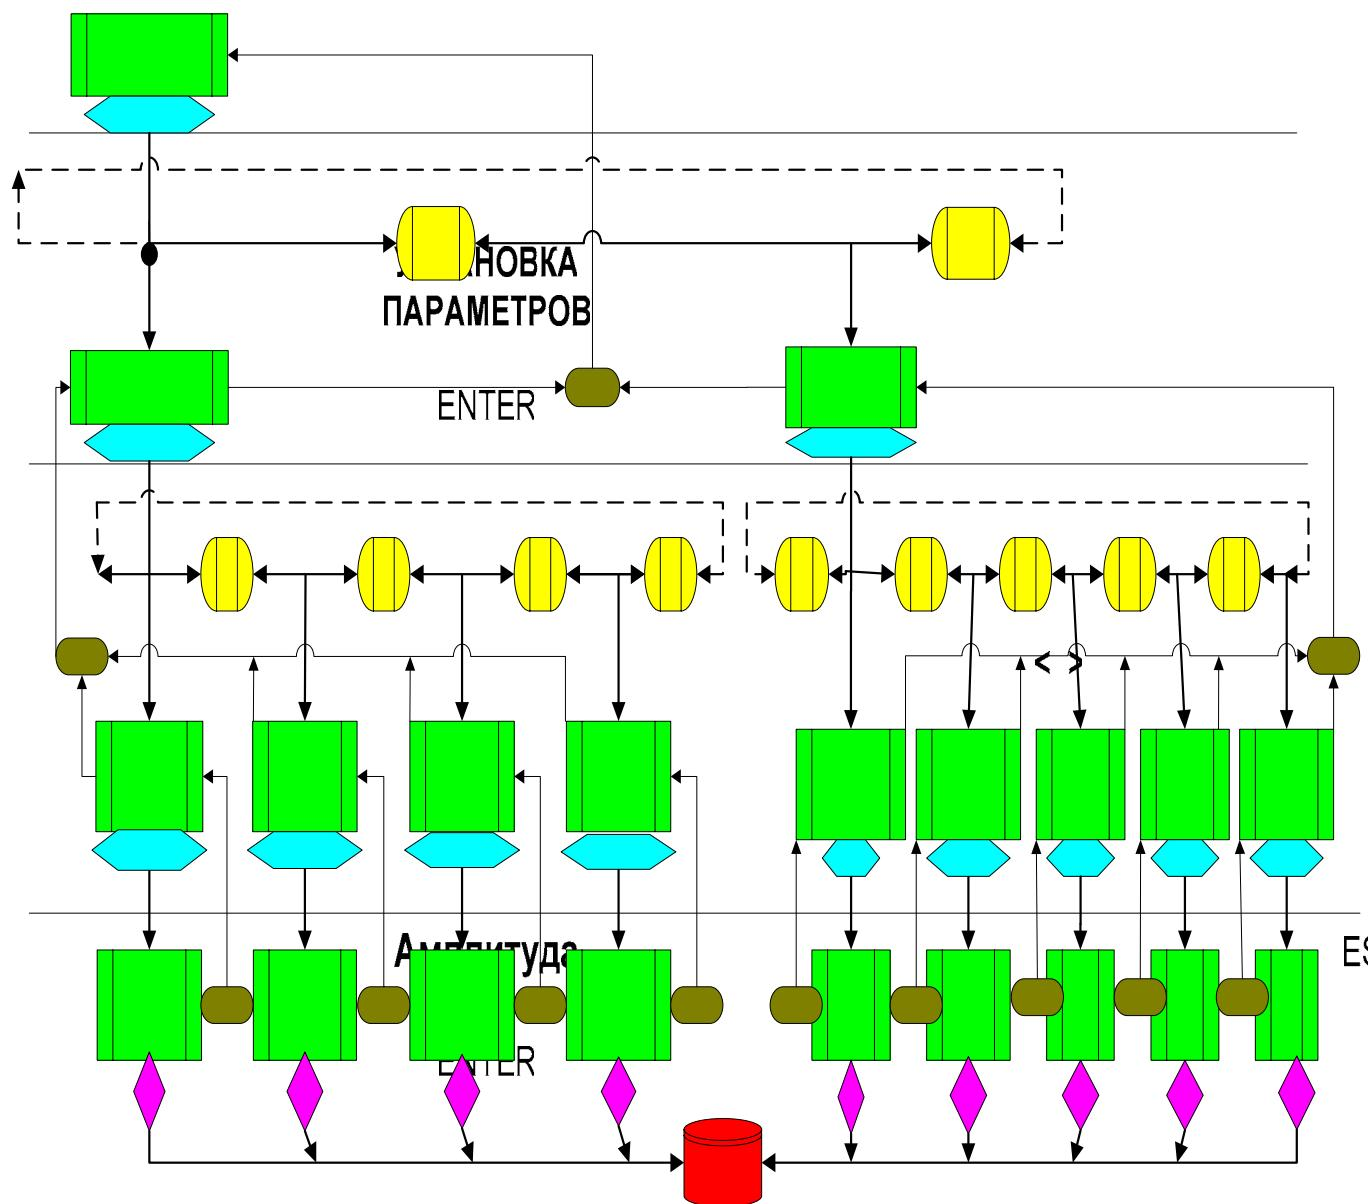

Рис. 3.6. Структурная схема раздела «УСТАНОВКА ПАРАМЕТРОВ» меню ПУ
На рис. 3.6. изображена структурная схема раздела «**УСТАНОВКА ПАРАМЕТРОВ**», включающая 3-й, 4-й, 5-й и 6-й уровни системного меню. Перемещение по 5 уровню осуществляется с помощью клавиш «→» или «←». Переход с 5-го на 4-й уровень меню осуществляется нажатием клавиши «ESC» на ПУ.
2.2.3.2. С помощью клавиши «**ESC**» перейти на 3-й уровень меню, с помощью клавиши «**→**» осуществить переход в раздел «**УСИЛЕНИЕ**» (рис. 3.6.). Нажав клавишу «**ENTER**», перейти на 4-й уровень меню в подраздел «**Амплитуда**»; нажав клавишу «**ENTER**», перейти на 5-й уровень меню в параметр «**Усиление**»; нажав клавишу «**ENTER**», перейти на 6-й уровень в режим установки усиления. С помощью клавиши «**↑**» или «**↓**» осуществить установку числа «**1**» – минимального усиления. Нажав
2.2.4.2. В первую очередь необходимо установить начальное «среднее» усиление в тракте обработки сигнала. Для этого в разделе **«УСТАНОВКА ПАРАМЕТРОВ»** (рис. 3.6.) нажать клавишу **«ENTER»** и войти в подраздел **«Амплитуда»**; нажать клавишу **«ENTER»** и войти в параметр **«Усиление»**, еще раз нажав клавишу **«ENTER»**, войти в числовое меню параметра. Используя клавиши **«↑»** или **«↓»**, установить параметр **«4»**, соответствующий среднему значению усиления. Нажав клавишу **«ESC»** несколько раз, подняться на 3-й уровень системного меню.
2.2.4.6. После определения резонансной частоты  $F_p$  СЗ (по усредненным данным не менее 10 измерений) с помощью клавиш «ESC» и «→» осуществляем переход в раздел «УСТАНОВКА ПАРАМЕТРОВ» (рис. 3.6.), затем проходим последовательно на подраздел «Амплитуда» (4-й уровень), далее в параметр «Режекция» (5-й уровень) и на 6-й уровень числовых значений этого параметра.
Для того, чтобы проверить правильность выбора числового параметра «Режекция», необходимо в разделе «УСТАНОВКА ПАРАМЕТРОВ» и подразделе «Амплитуда» (рис. 3.6.) изменить числовой параметр «Режекция» в пределах  $\pm 1$ . Затем в подразделе «КТ5; КТ6» раздела «КОНТРОЛЬНЫЕ ТОЧКИ» аналогичным образом определить усредненные оценки  $A_{5/6}$  и убедиться, что они меньше величины, полученной ранее.
2.2.5.1. При настройке чувствительности, в подразделе «Амплитуда» раздела «УСТАНОВКА ПАРАМЕТРОВ» параметр «АРП» (рис. 3.6.) должен быть выключен, т.е. установлен «Выкл».
2.2.5.2. Чувствительность изделия к вибрации СЗ определяется значениями 2-х параметров в системном меню ПУ (рис. 3.6.):